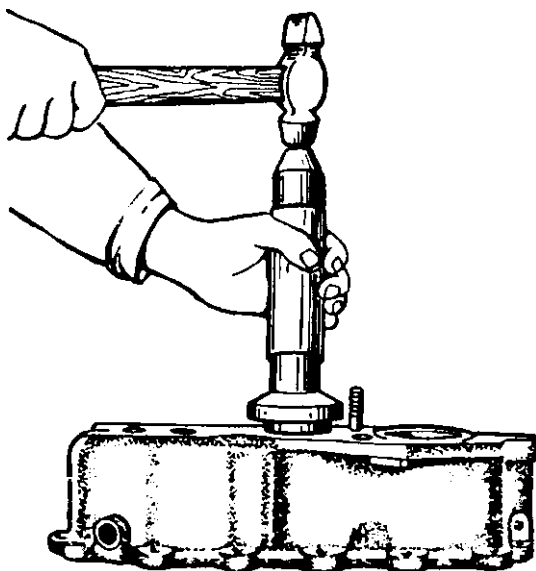

Рис. 7 11. Запрессовка роликового подшипника в картер
1. Запрессуйте роликовый подшипник (если он снимался) в картер (рис. 7Л1), выдержав размер $6_{-0.05}^{+0.05}$ мм от торца картера.